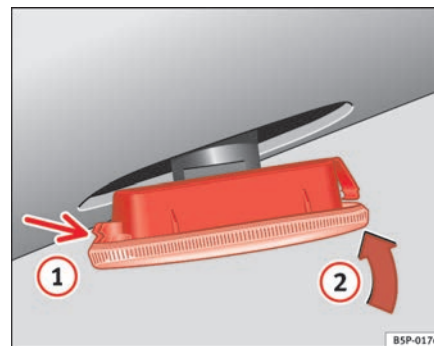

Fig. 158 Indicadores de mudança de direcção laterais
- Coloque o indicador de mudança de direcção em primeiro lugar no orifício da carroçaria, encaixando as patilhas ① ⇒ página 236, fig. 158, e em seguida, encaixe a lâmpada da forma indicada pela seta ② ⇒ página 236, fig. 158. ■